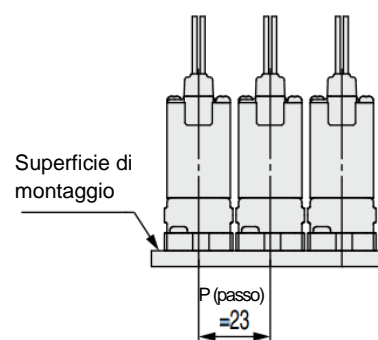

Figura 1
- Quando si montano le elettrovalvole una accanto all'altra, la quota P (passo) deve essere pari o superiore a 23 mm. (Vedere Figura 1) Modello applicabile: LVMK23, 205 (montato su base)